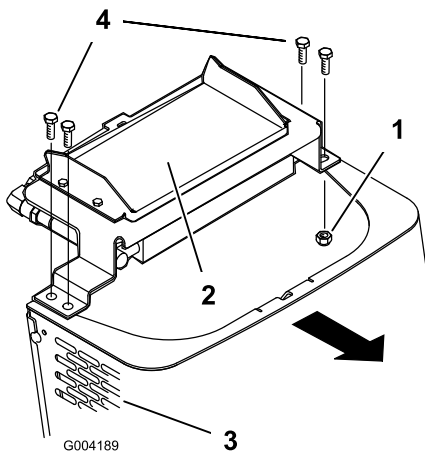

Figura 33
6. Retire los pernos de cuello largo y las tuercas que fijan el enfriador de aceite a la parte superior de la rejilla delantera (Figura 33).